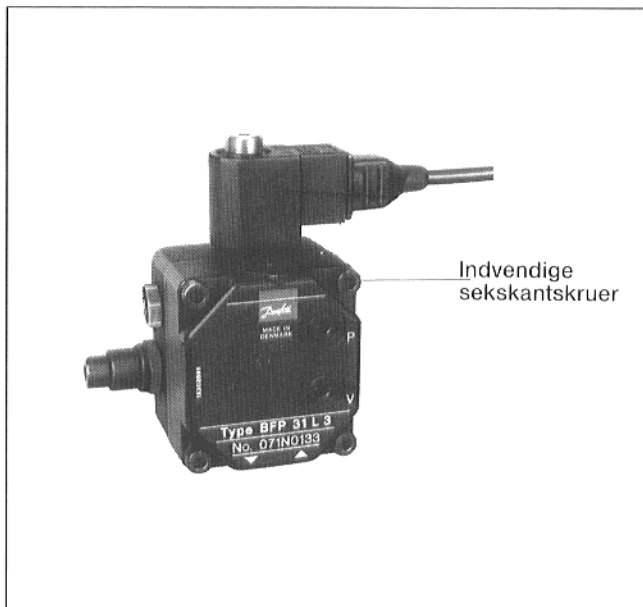

Fig. 10: Danfoss-pumpe BFP 31L3
- 3.2 Oliepumpefilteret rengøres ved at fjerne de fire indvendige sekskantskruer (Fig. 10 og 11).